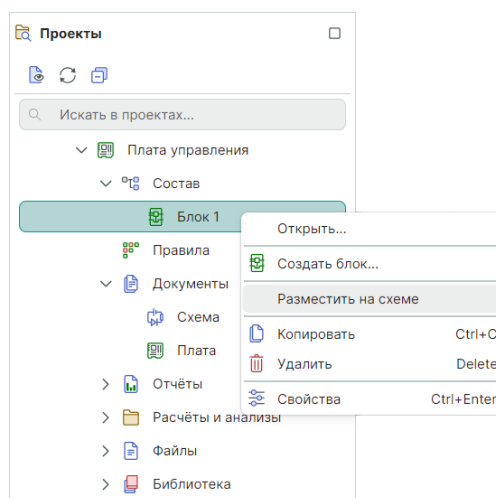

Рис. 286 Выбор блока в дереве проектов
1. Откройте узел «Состав» в дереве проектов, выберите нужный блок и выберите пункт «Разместить на схеме» в контекстном меню, см. Рис. 286.